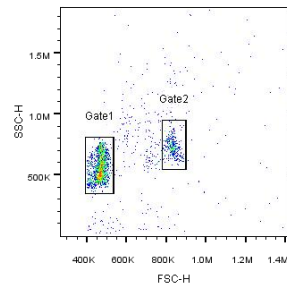

图 1
- 检测空白微球, 调整 FSC-SSC 散点图, 使两群微球落在预定的范围, 设 SSC 较小的群为 “Gate1”, 较大的微球群设为 “Gate2”, 如图 1。